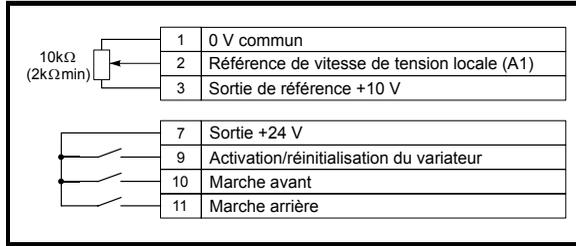

Figure 7.1 Connexions des bornes
2. Procédez aux connexions de signaux de commande comme illustré à la Figure 7.1